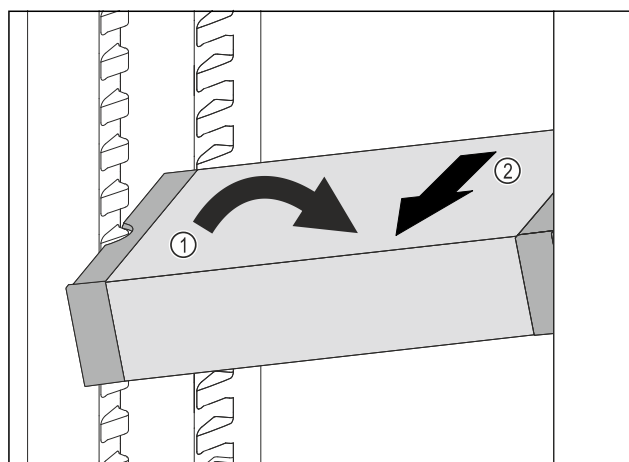

Fig. 103
- ▶ Predal VarioSafe postavite v hladilniku postrani. Fig. 103 (1)
- ▶ Predal VarioSafe izvlecite v smeri naprej. Fig. 103 (2)